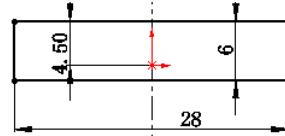

图 9.4 横断面草图
(2) 定义特征的横断面草图。
① 定义草图基准面。选取前视基准面作为草图基准面。
② 定义横断面草图。在草图环境中绘制图 9.4 所示的横断面草图。
③ 选择下拉菜单 →  命令，退出草图环境，此时系统弹出“凸台一拉伸”对话框。
(3) 定义拉伸深度属性。
① 定义深度方向。采用系统默认的深度方向。
② 定义深度类型和深度值。在“凸台一拉伸”对话框的**方向 1** 区域的 下拉列表中选择**给定深度** 选项，在 文本框中输入深度值 2.0。